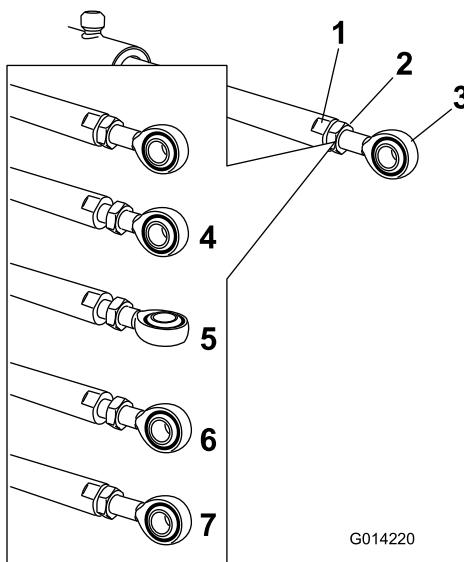

图 119
5. 使用扳手将提升器杆固定在杆的平面处然后松开锁紧螺母 图 119。
6. 转动提升器杆上的杆端将延伸的提升器缩短或延长至所需的位置 图 119。